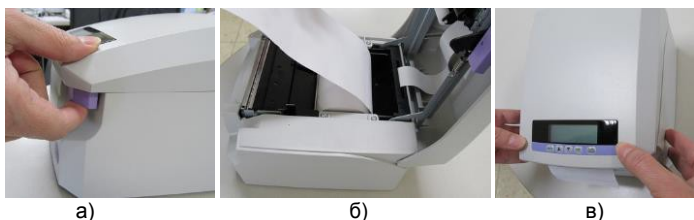

Рисунок 11 – Установка бумажного носителя в термопринтер
- открыть крышку принтерного отсека (рисунок 11а);
- закрыть крышку, слегка нажав на неё (рисунок 11в).